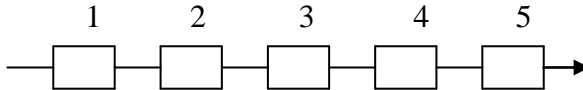

Рисунок 2 – Нерезервована ССН з п'ятьма послідовно з'єднаними елементами
**Задача 26.** Необхідно визначити показники надійності системи, що складається з п'яти послідовно з'єднаних елементів (див. рисунок 2) за вихідними даними, що приведені в таблиці 5.